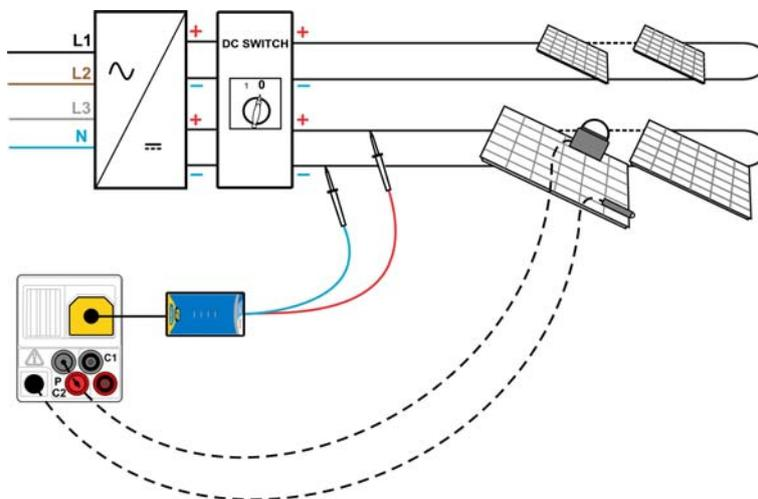

Abbildung 6.20: I-U Kennlinie Messung
- **Schließen Sie** das Prüfstück an (siehe Abbildung 6.20).